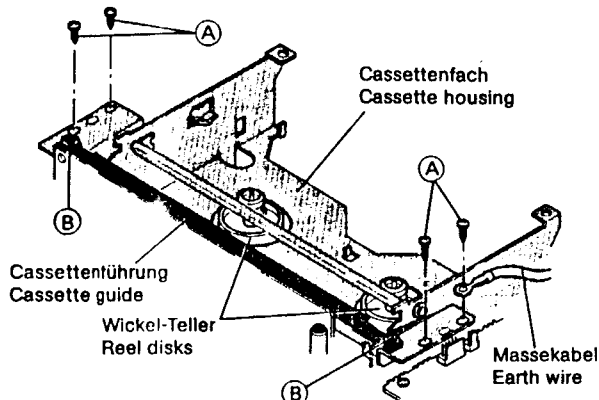
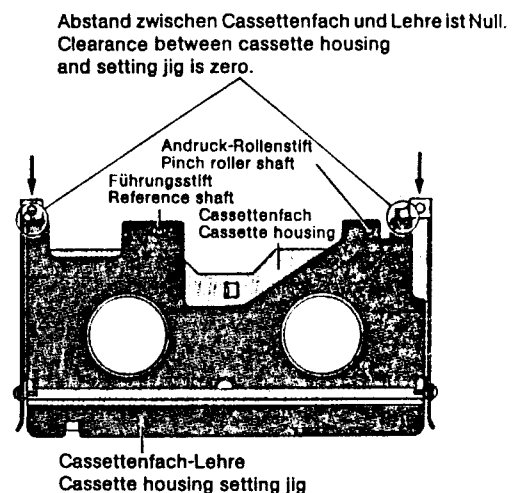

Fig. 4.1 Cassettenfach Ausbau
Fig. 4.2 Cassettenfach justieren
1. Cassettenfach durch Drücken der Taste CASSETTE hochfahren. Die vier Schrauben (A) entfernen und Cassettenfach nach oben herausnehmen (Fig. 4.1).
2. Cassettenfach einbauen und vier Schrauben (A) leicht anziehen.
3. Cassettenfach-Lehre einlegen (Fig. 4.2) und Cassettenfach niederdrücken.
4. Cassettenfach so justieren, daß die Cassettenfach-Lehre an den Anschlag des Cassettenfaches anliegt (Fig. 4.2).
5. Die vier Schrauben (A) festziehen und Cassettenfach-Lehre entfernen.
6. Zwei Schrauben (B) lösen, Cassette einlegen und Cassettenfach niederdrücken.
7. Cassettenführung so verschieben, daß sie die Cassette leicht berührt. Schrauben (B) anziehen.
1. Raise the cassette compartment by pressing the EJECT button. Remove the four screws (A) and take out the cassette compartment from above (Fig. 4.1).
2. Reassemble the cassette compartment and lightly tighten the four screws (A).
3. Insert the cassette housing setting jig (Fig. 4.2) and press the cassette compartment downwards.
4. Adjust the cassette compartment so that the setting jig butts against the stop of the cassette compartment (Fig. 4.2).
5. Tighten the four screws (A) and remove the cassette housing setting jig.
6. Loosen the two screws (B), insert a cassette and press the cassette compartment downwards.
7. Slide the cassette guide back until it lightly touches the cassette. Retighten screws (B).